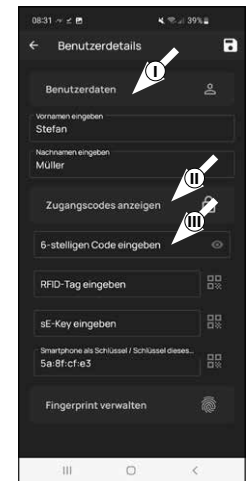

Fig. 3
- ! **Aviso:** En este apartado podrá establecer el medio de apertura deseado por el usuario (p. ej. código de usuario o huella dactilar) (II) (Fig. 3). Por defecto, el medio seleccionado para el primer usuario es la apertura de la cerradura mediante smartphone.
- 4 En el apartado «Introducción del código de 6 posiciones», teclee el código de usuario que desee, y que conste de 6 posiciones (III) (Fig. 3)